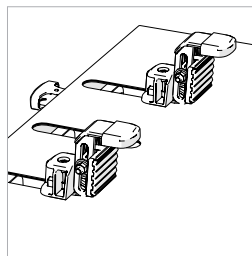

Fig. 17
**Avvertenza:** La coppia di morsetti mobili fornisce invece dei morsetti secondari ad altezza regolabile. **(Fig. 17).** Tale caratteristica permette a dette morsetti di essere configurate per accogliere un'ampia varietà di troncatrici dalle basi diverse attualmente disponibili presso vari produttori.